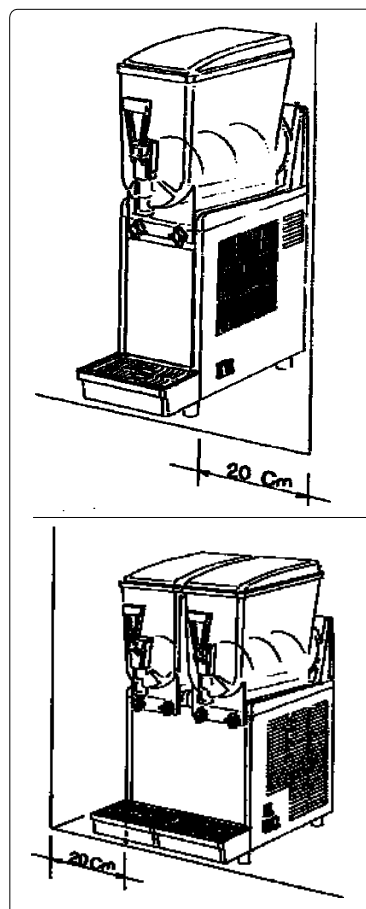

Fig. 14
b) Placer l'appareil sur une surface horizontale et solide en faisant en sorte que la carrosserie de l'appareil soit bien ventilé (**au moins 20 cm d'espace libre tout autour**, fig.14), installer l'appareil dans un environnement sec et éviter de l'installer à proximité de sources de chaleur. **La température ambiante d'utilisation de la machine doit être comprise entre 24 °C et 32 °C.**